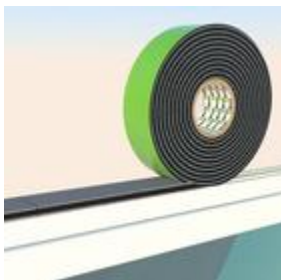

Bild 1 Bandpositionierung
- Das überkomprimierte Anfangsstück, ca. 2cm, abschneiden und das Band mit Hilfe der Selbstklebung aufkleben (siehe Bild 1).